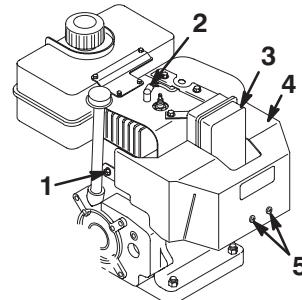

Figure 21
Avant d'utiliser la déneigeuse par une température extérieure supérieure ou égale à 4°C, déposez la boîte de chauffage (Fig. 21).
1. Débranchez la bougie et éloignez le capuchon pour éviter tout risque de contact accidentel (Fig. 21).
4. Retirez les deux vis, les deux boulon et une rondelle-frein de fixation de la boîte de chauffage du carburateur (Fig. 21).